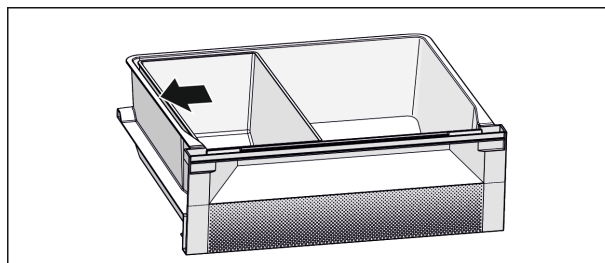

Fig. 7
- ▶ Pour un refroidissement optimal : Positionner le bac Fish & Seafood comme illustré (voir Fig. 7).